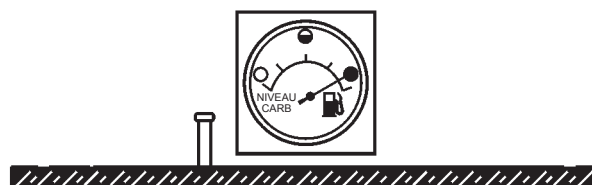

Figure 35. Réservoir de carburant plein
3. **NE JAMAIS trop remplir le réservoir** — Il est important de lire la jauge de carburant lors du remplissage du réservoir de carburant de la remorque. **NE PAS** attendre que le carburant soit visible dans la goulotte de remplissage (Figure 35).